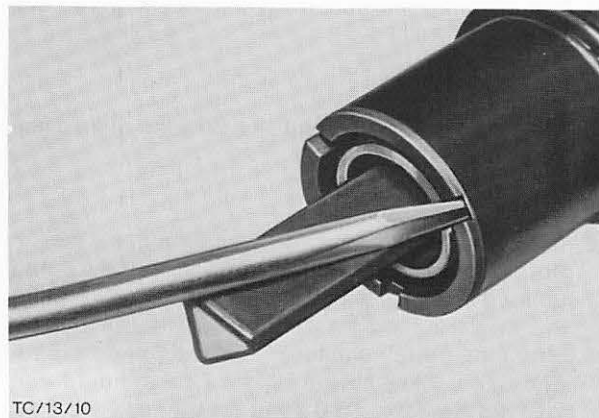

Abb. 6 Ausbau des unteren Lenkspindellagers
11. Mantelrohr aufstemmen und unteres Lenkspindellager herausnehmen. Abb. 6.